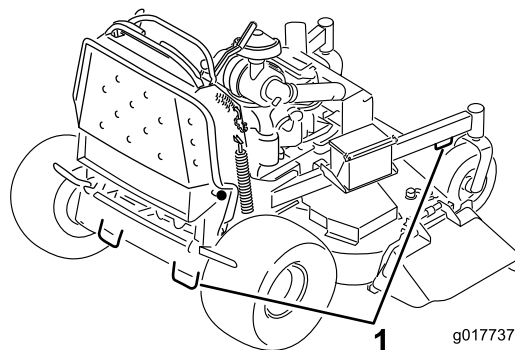

Figura 24
6. Utilice los puntos de amarre metálicos de la máquina para sujetar la máquina firmemente al remolque o al camión con correas, cadenas, cables o cuerdas (Figura 24).